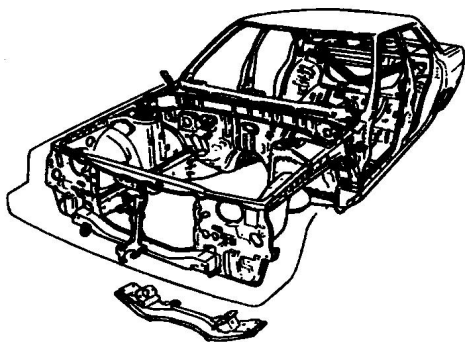

图 1-10 承载式车身
3) 承载式车身。承载式车身(图 1-10)由于全部载荷均由车身承受,底盘各部件可以直接与车身相连,所以就取消了车架。这种承载式车身除了其固有的承载功能外,还要直接承受各种负荷。这种形式的车身具有较大的抗弯曲和抗扭转的刚度,质量小、高度低、汽车重心低、装配简单、高速行驶稳定性较好。但由于道路负载会通过悬架装置直接传给车身本体,因此噪声和振动较大。